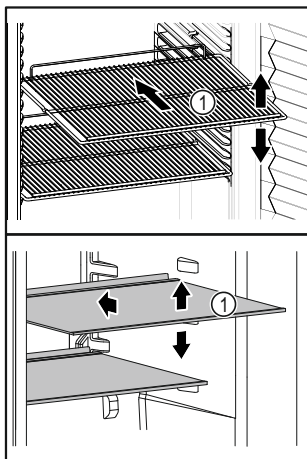

Fig. 54 Примерное изображение
- ❑ Если полки для хранения Fig. 54 (1) можно переставлять, отрегулируйте высоту их установки.